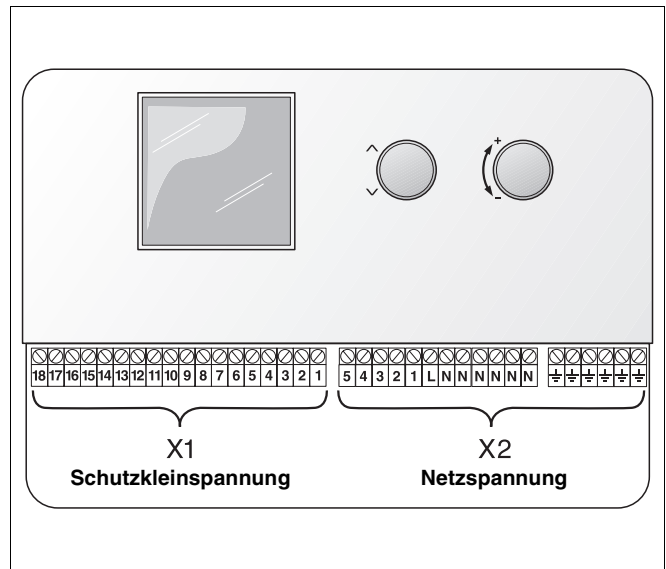

Abb. 11 Anschlussklemmleisten
2 Erdung (PE) als Symbol in Abbildung 11 dargestellt.